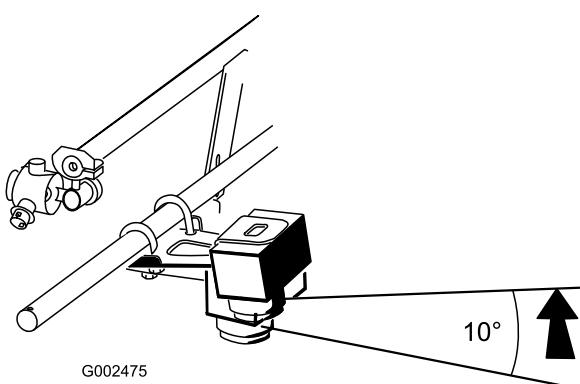

Figura 6
5. Ruotate il sensore verso l'alto in modo da posizionarlo a un angolo di circa 10 gradi sopra la linea parallela al suolo, quindi serrate i dadi di bloccaggio sui bulloni a U per fissare il sensore (Figura 6).